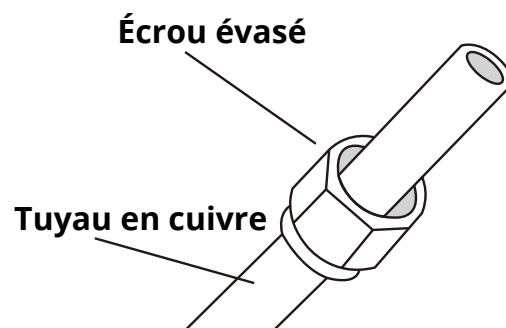

Fig. 2.11
2. Retirer la vanne d'arrêt de l'unité extérieure et retirer l'écrou évasé de la pochette des accessoires de l'unité intérieure. Monter l'écrou évasé sur le tuyau - voir la **Fig 2.11**.